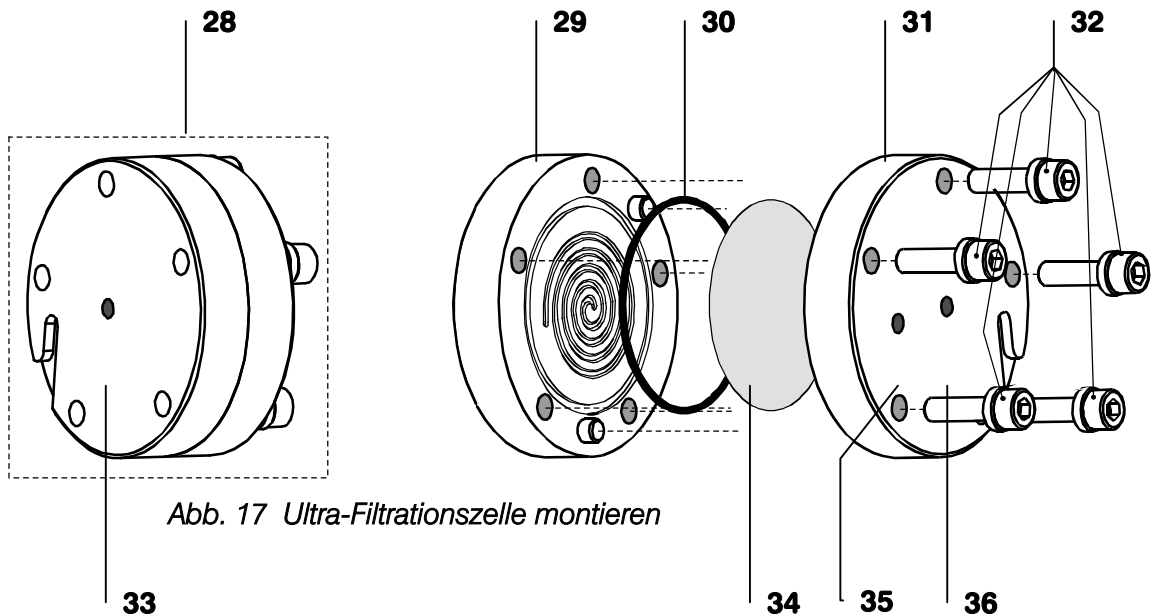

Abb. 17 Ultra-Filtrationszelle montieren
- Die zusammengeschrabte Ultra-Filtrationszelle gemäss *Abb. 17* in den Halter **10** einsetzen, so dass sich die Köpfe der Schrauben **32** in den dafür vorgesehenen Löchern des Halters befinden.